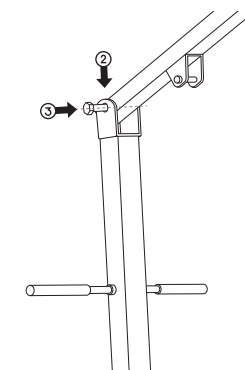

fig. 5
- Fije el brazo a las pestañas superiores del mástil y ajuste el tornillo [2 y 3] [fig. 5].